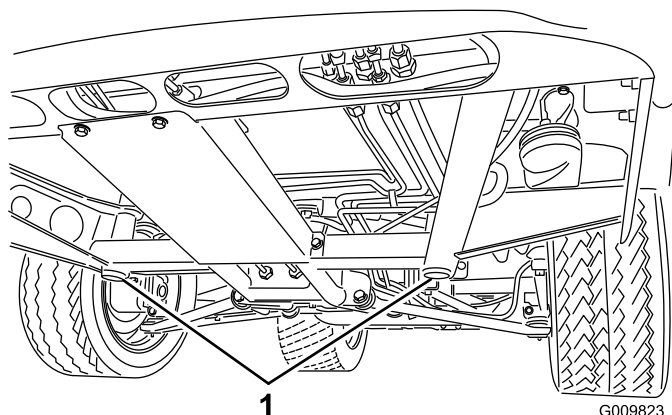

Figura 15
- O ponto de suspensão na zona dianteira do veículo fica debaixo do suporte do chassis central dianteiro (Figura 15).